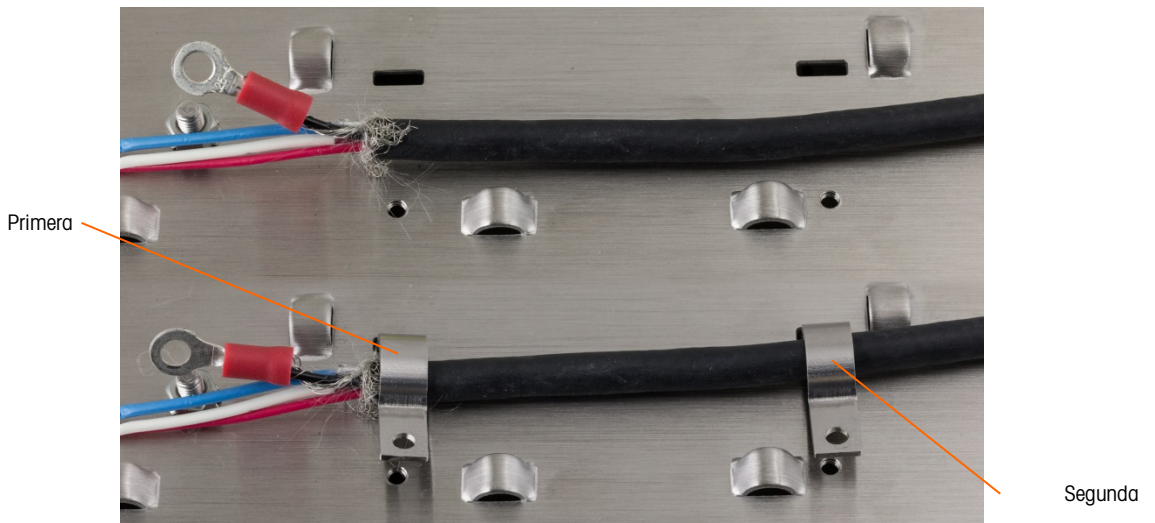

Figura 2-84: Fijación del cable PowerMount – Montaje en panel
- Coloque el cable en posición para sujetarlo, como se muestra en la Figura 2-84. Los alambres del blindaje plegado deben colocarse debajo de la primera abrazadera para formar una conexión a tierra con el chasis del terminal.